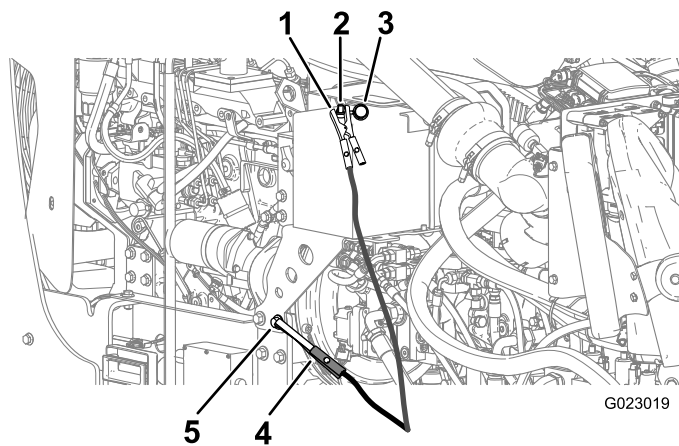

Figura 130
6. Retire a tampa do terminal auxiliar (Figura 130).
7. Conecte o cabo de "chupeta" positivo (+) ao terminal auxiliar (Figura 130).
8. Conecte o cabo de "chupeta" negativo (-) a um ponto de aterramento, como um parafuso não pintado ou perfil do chassi (Figura 130).
10. Quando o motor funcionar, solicite à outra pessoa desconectar o cabo de chupeta negativo (-) da estrutura e em seguida desconectar o cabo de chupeta positivo (+) (Figura 130).